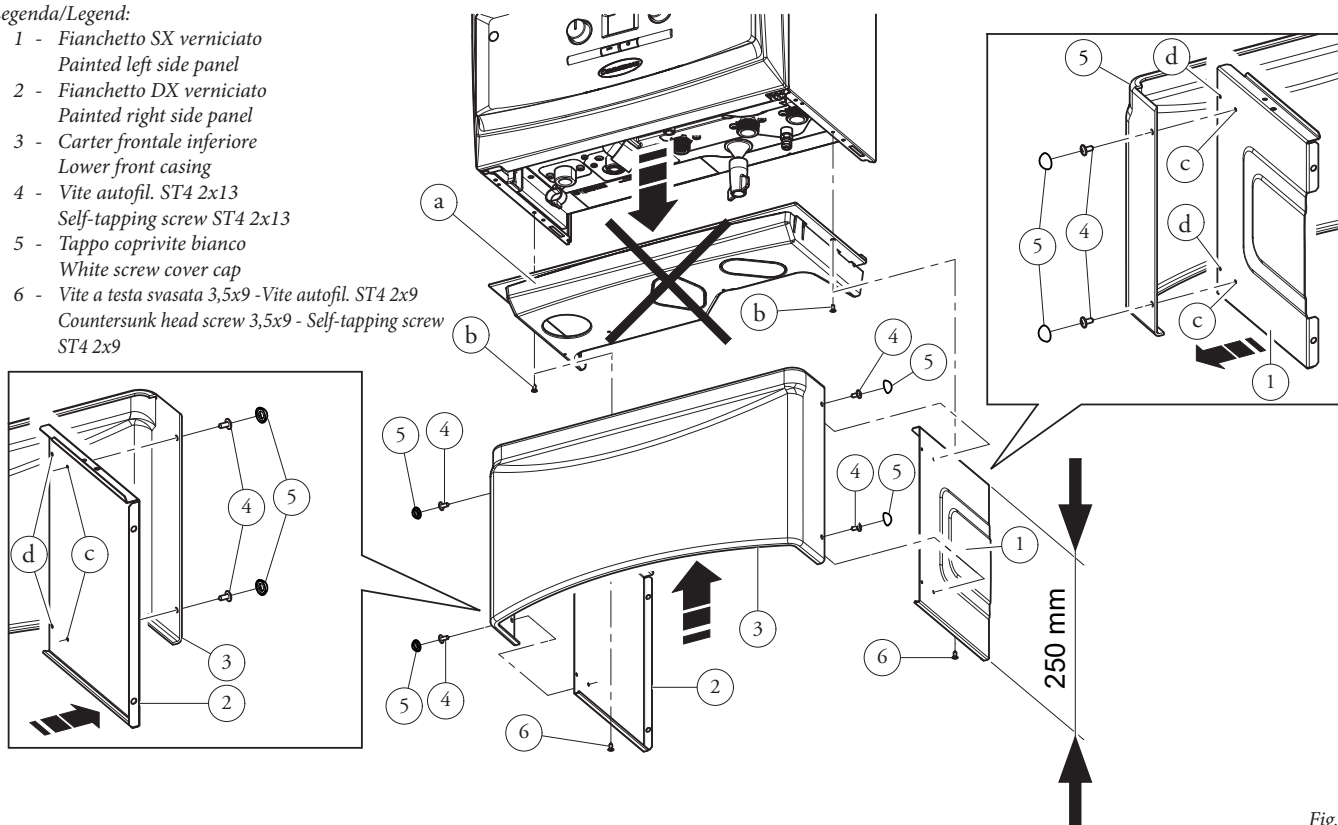

Fig. 1
Attenzione: il fianco con bugna (pos. 1) dovrà sempre essere montato sul lato destro guardando la caldaia frontalmente, come riportato in Fig. 1.
Attention: the side with central panel (pos. 1) should always be mounted on the right side when standing in front of the boiler, as shown in Fig. 1.